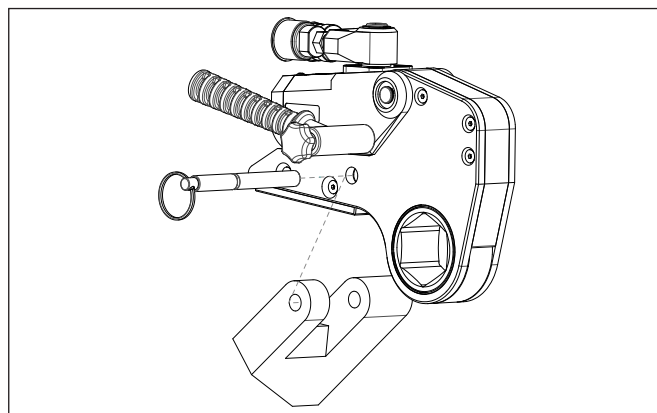

図6: 反力パドルの取り付け
3.2.3 HLPカセットを装着したHMTにおける延長反力アーム/反力パドルの使用 (図6、7)